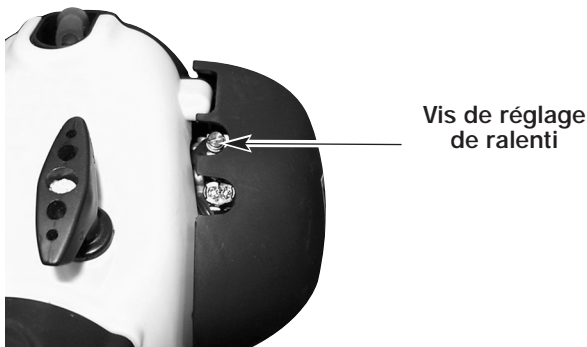

Fig. 29
1. Trouvez la vis de réglage de ralenti sur le carburateur (Fig. 29).